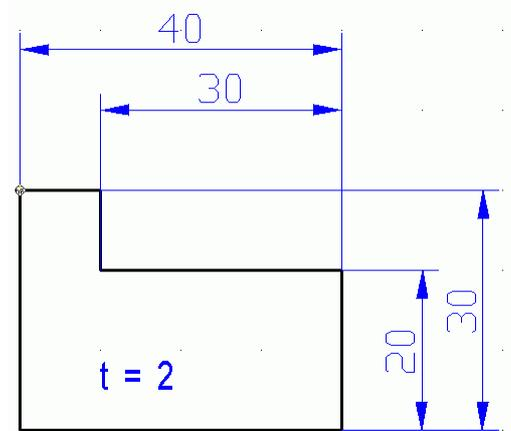

Abb. 1
- Der Mindestabstand paralleler Maßlinien untereinander ist 7 mm (*Abb. 1*)².
- Maßlinien dürfen sich nicht schneiden (*Abb. 1*). Deshalb beginnt man stets mit den kleineren Maßen und setzt die Gesamtmaße außen.